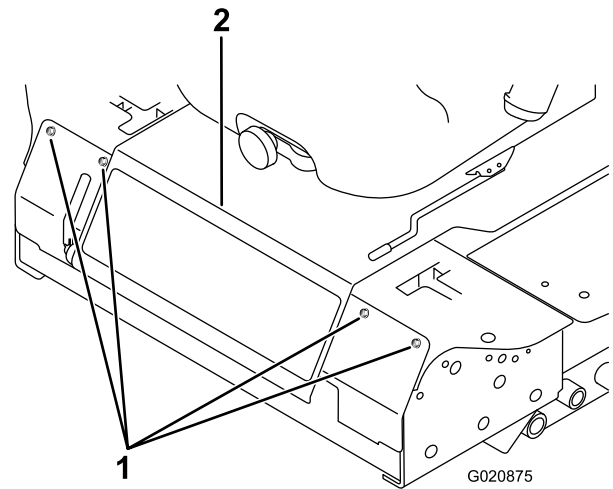

Bild 44
- Nehmen Sie die Schrauben ab, mit denen die Frontplatte befestigt ist, und nehmen Sie sie ab (Bild 44).